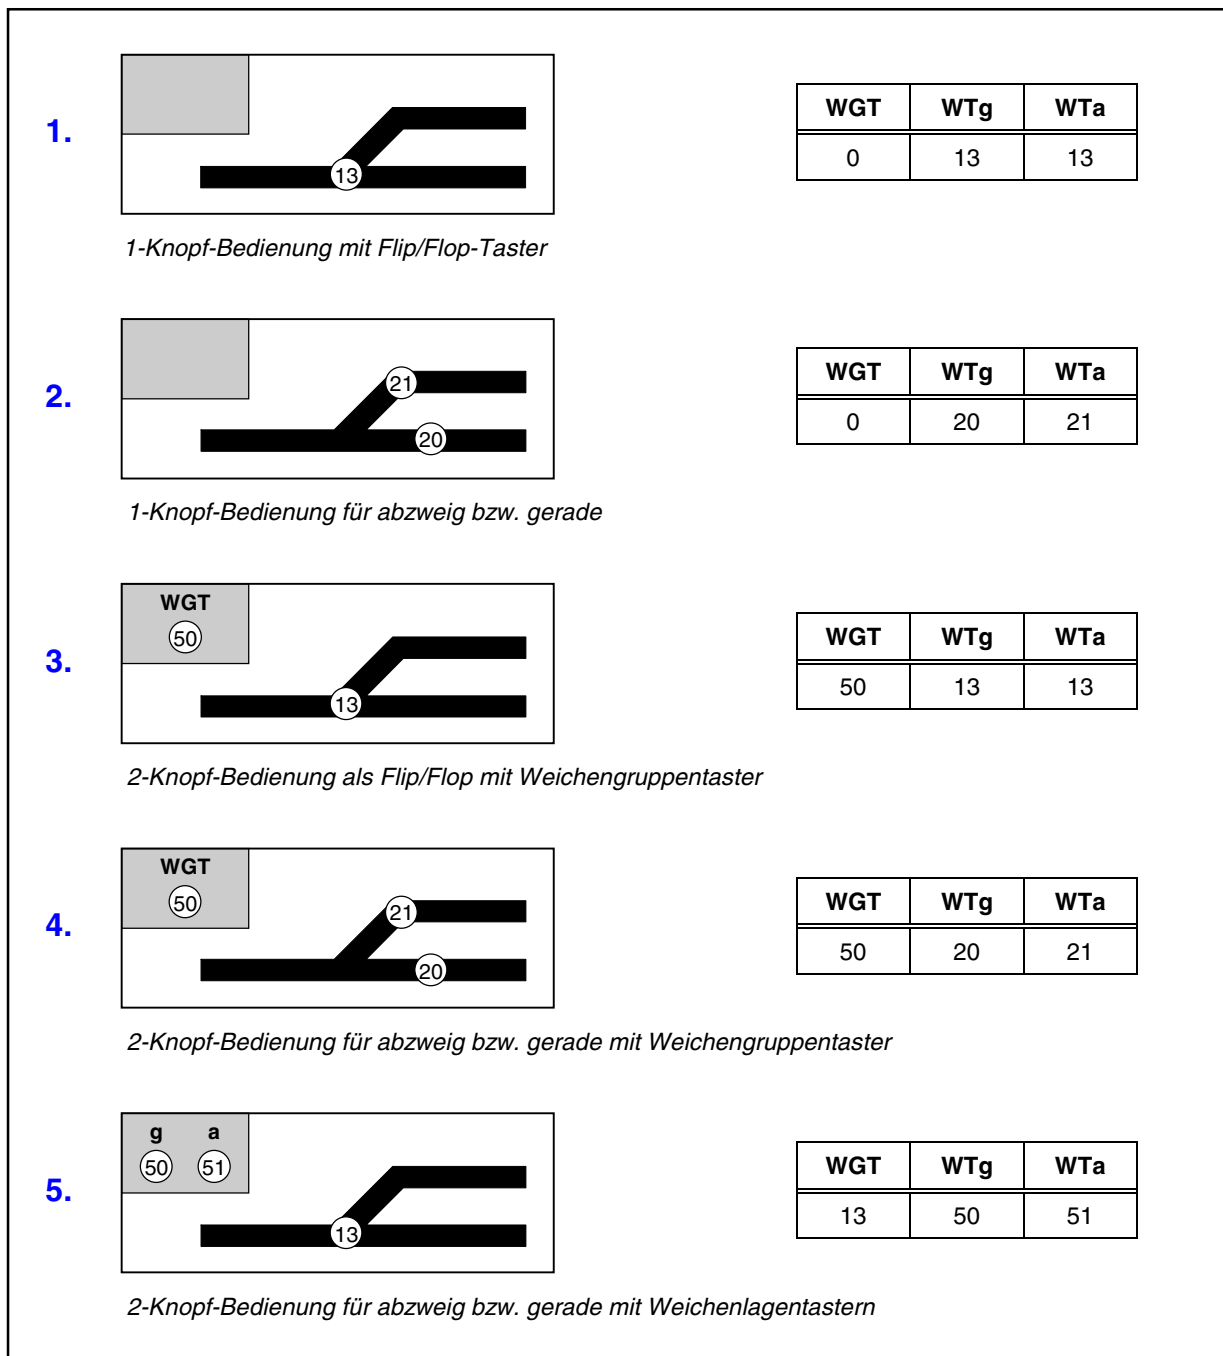

Abbildung 33: Möglichkeiten zur Schaltung einzelner Weichen mit den 3 Tastereingaben im WE-Formular
Mit diesen 3 Taster-Eingaben können insgesamt 5 Varianten für die Schaltung einzelner Weichen im Stelltisch erzeugt werden. Welche Eingaben im Einzelnen zu machen sind, sieht man unten in Abbildung 33. Bei den SpDr60-Stellwerken der Deutschen Bahn kommt die Variante 3 mit einem Weichentaster (WT) und einem Weichengruppentaster (WGT) zur Anwendung. Taster zur Einzelweichenschaltung sind nur erforderlich, wenn Umfahrstraßen mit vorbildgerechten (aber umständlichen) Bedienungsschritten gestellt werden sollen. Einfacher geht es, wenn auch in bestimmten 'über-Blöcken' ausnahmsweise Blocktaster installiert werden (→S.111, Beispiel 3).